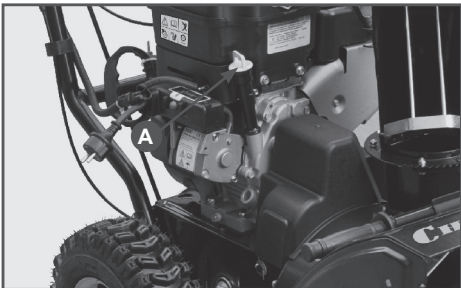

Рис.6 Заправка маслом нового двигателя
2. Снимите крышку/щуп маслосаливного отверстия (А) Рис.6.